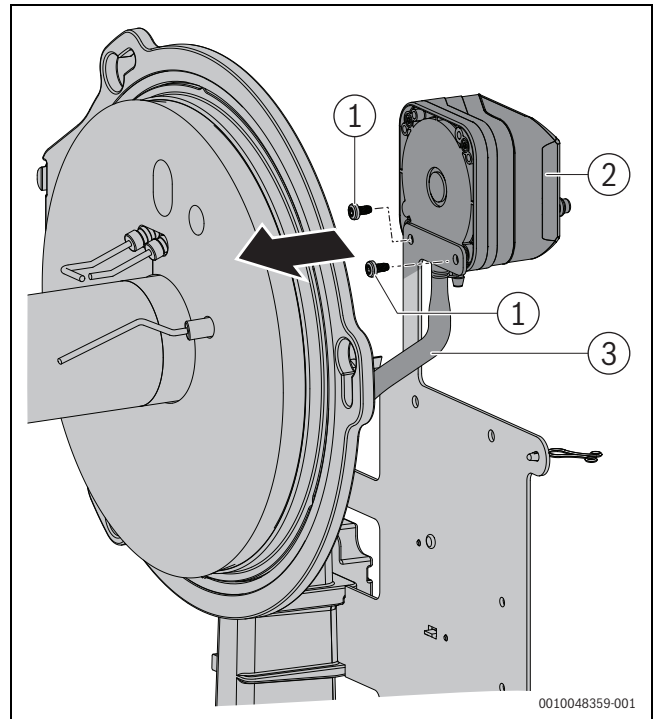

Bild 10 Feuerraum-Druckwächter demontieren
- Feuerraum-Druckwächter mit den dafür vorgesehenen Schrauben (3,5x16) am Halteblech fixieren. Darauf achten, dass der Anschlussschlauch wie in Bild 10 geführt und nicht geknickt ist.